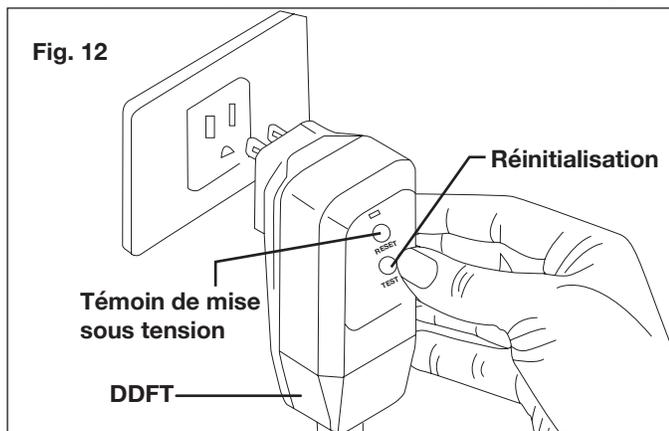

Fig. 12
4. Vérifiez que la tension et la fréquence (V/Hz) de l'alimentation électrique correspondent aux spécifications marquées sur la plaque signalétique. Si l'alimentation électrique correspond, vous pouvez alors brancher le nettoyeur haute pression dans la prise électrique (Fig. 12).